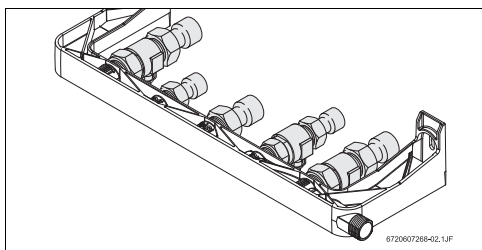
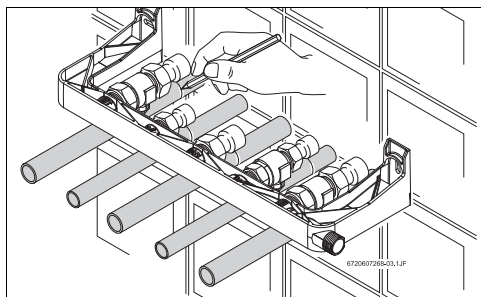

Fig. 2 Conexiones ya efectuadas
Fig. 3 Cortes
- Colocar la plantilla con las válvulas y racores montados (Fig. 2) por encima de los tubos, según indica la Fig. 3.